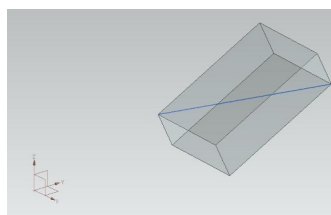

рис.60
- Если мы теперь переместим наш параллелепипед, ассоциативно построенный отрезок переместится соответствующим образом (рис.60).